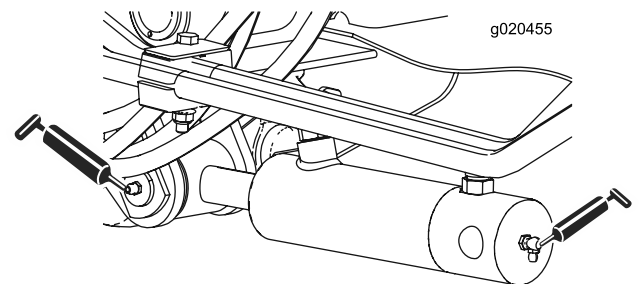

Figura 79
- 2 (su ciascun lato) boccole orientabili del cilindro del braccio di sollevamento (Figura 79)